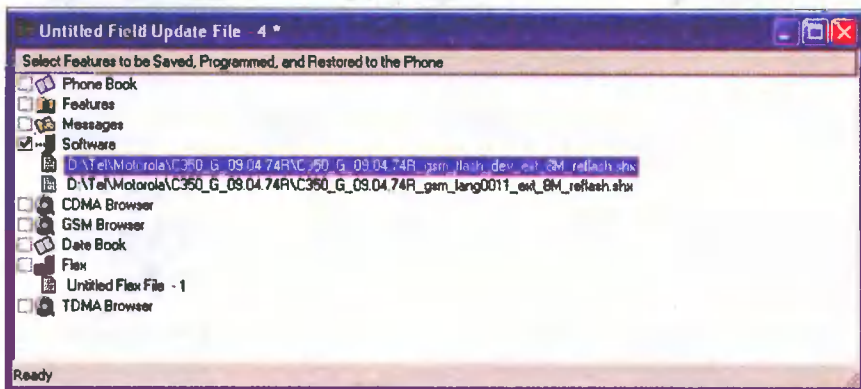

Рис. 6. Обновление программного обеспечения телефона
3. Для обновления программного обеспечения телефона отмечают флажком пункт «Software» (рис. 6) и, щелкнув по имени файла (или используя контекстное меню), указывают имена файлов с инфор-
Следует учитывать, что после загрузки исполняемого кода программного обеспечения телефона (файл *_flash_dev_*.shx) язык интерфейса телефона будет сменен на английский. Настройки языка интерфейса телефона будут восстановлены после загрузки языкового пакета. Для восстановления настроек по умолчанию с помощью функции Field Update в диалоговом окне (приведенном на рис. 6) флажками отмечают необходимые пункты, после чего запускают процесс обновления.